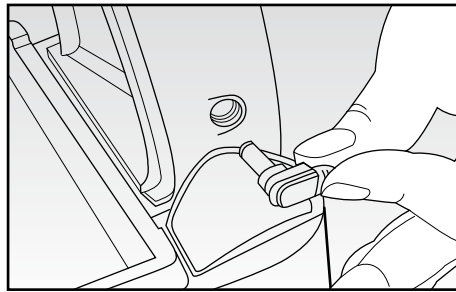

Fig. 6
- Collegare la spina elettrica dell'alimentatore (I) ad una presa di corrente e lo spinotto nel relativo attacco presente sulla base di ricarica (G) (Fig. 6).